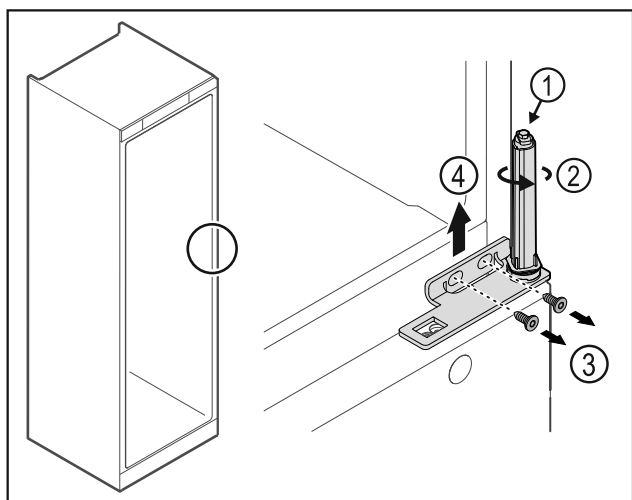

Fig. 27
- ▶ Ne szedje szét az ajtó zárrendszert Fig. 27 (1).
- ▶ Forgassa el a zárrendszert Fig. 27 (2), amíg az be nem kattann.
- ▶ Oldja ki a csavarokat Fig. 27 (3), majd felfelé vegye le a csuklópántot Fig. 27 (4).